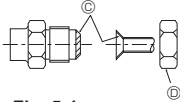

Fig. 5-1
Ⓐ (Fig. 5-1)
Ⓑ (Fig. 5-1)
5.2. Kople til rør (Fig. 5-1)